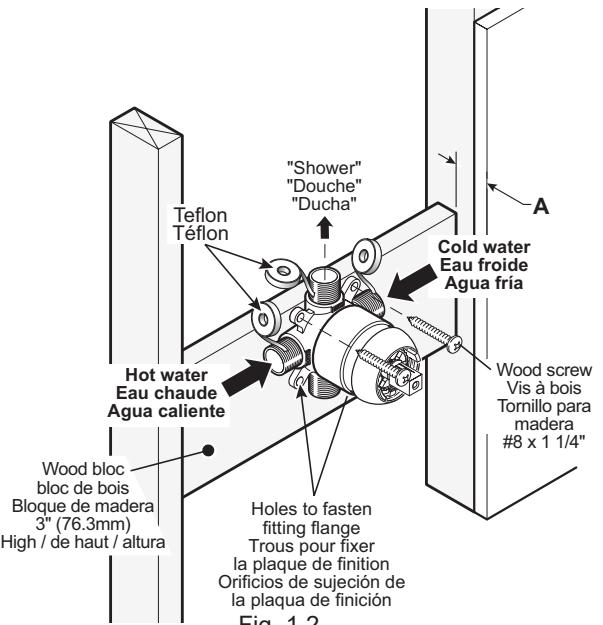

Fig. 1.2
- Apply 4 layers of teflon in the indicated areas (Fig. 1.2). Screw adaptor into the "Shower" outlet of mixer.
- Fasten mixer using two screws. (Fig. 1.2) Make sure center of mixer is at the same height as the center of the hole in the shower wall in relation to the floor.
- Connect water supply lines so hot water (left) and cold water (right) are properly connected in relation to the mixer body. (Fig. 1.2)
- Appliquez du téflon (4 tours) aux endroits indiqués (Fig. 1.2). Assemblez l'adaptateur à la sortie "Douche" du mélangeur.
- Fixez le mélangeur à l'aide de deux vis (Fig. 1.2). Assurez-vous que le centre du mélangeur est à la même hauteur que le centre du trou dans la paroi de la douche relativement au plancher.
- Branchez les tuyaux d'alimentation en eau de façon à ce que les raccords d'eau chaude (à gauche) et d'eau froide (à droite) correspondent à l'inscription en relief sur le mélangeur. (Fig. 1.2)
- Poner téflón (4 vueltas) en los lugares indicados (Fig. 1.2). Ensamble el adaptador a la salida "Ducha" del mezclador.
- Sujete el mezclador por medio los dos tornillos. (Fig. 1.2) Asegúrese de que el centro del mezclador se encuentre a la misma altura que el centro del orificio en la pared de la ducha en relación con el piso.
- Empalme los tubos de alimentación de agua de manera para que los rarcos de agua caliente (izquierda) y de agua fría (derecha) sean tales como indicado en relieve sobre el mezclador. (Fig. 1.2).